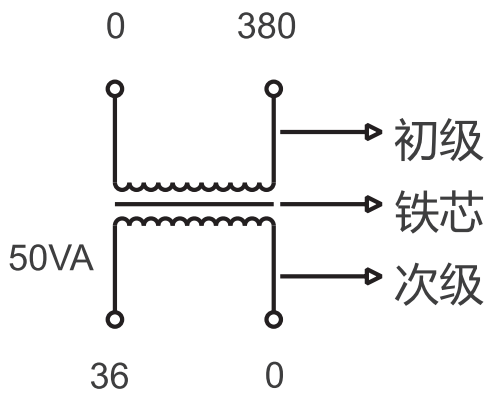
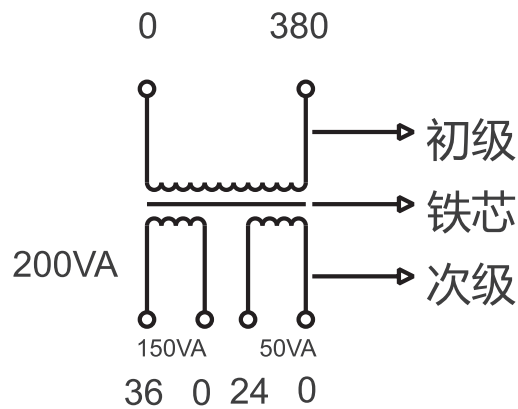
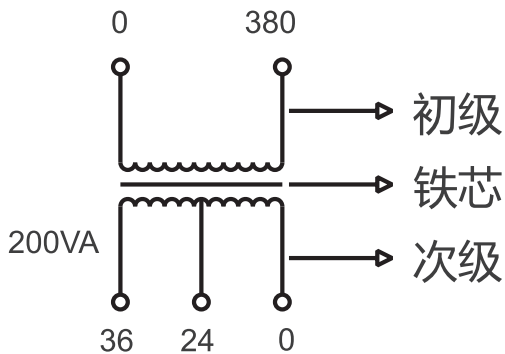
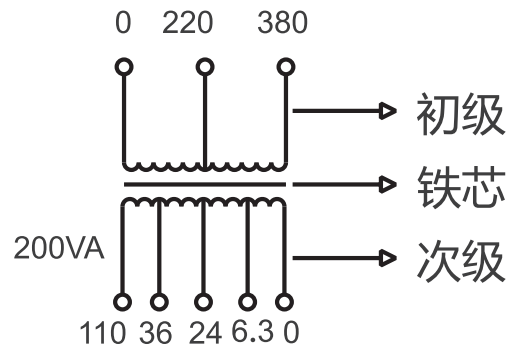

图1 单独绕组
图2 分开绕组
图3 混合绕组
图4 连续式中间带抽头绕组
3.2.2 本系列变压器的线圈，当初次级只有一个绕组时，可担负全部额定的容量；若有多个绕组时，则按各绕组应能承担的容量分配；但各绕组的容量之和不得超过总容量，见图1、图2、图3、图4。
3.2.3.1 例如图1，容量50VA，输入电压380V，输出电压36V。因为初、次级只有一个绕组，所以它可以担负全部容量50VA。
3.2.3.2 例如图2，容量200VA，输入电压380V，输出电压36V、容量150VA，输出电压24V、容量50VA。因为图中初级只有一个绕组，所以它所承担的容量是额定容量200VA；次级有两个分开的单独绕组，而且各绕组容量已标明，所以它们各自承担容量，但总量之和200VA。
3.2.3.3 例如图3，容量200VA，输入电压380V，输出电压36V、24V。因为图中初级只有一个绕组，所以它所承担的容量是额定容量200VA，次级中有中间抽头，所以次级的最高电压36V单独使用时，才能带200VA的负载。24V则不能带200VA的负载，只能带133VA的负载。因为次级总电流  $I = P_e / U = 200VA / 36V = 5.55A$  所以单独使用24V时的容量  $= 24V \times 5.55A = 133VA$ ，如果36V、24V同时使用时，其电流之和也不能大于5.55A，总之，无论输出电压是单独使用或两组同时使用，其负载电流之和不能超过变压器的额定电流。
3.2.3.4 例如图4，容量200VA，输入电压380V、220V，输出电压110V、36V、24V、6.3V。从图4中我们可以看出：初、次级绕组中都有中间抽头。次级的最大使用电流  $I = P_e / U = 200VA / 380V = 0.526A$  所以无论使用220V或是380V时，其电流不能超过0.526A；即使用380V时，该变压器
6.1 购买前，先估算好您所使用的电器总容量，参考图1~图4的结构，选用留有一定裕量的变压器，确保瞬时启动时不烧坏变压器。
8.1 变压器的型号、规格、容量、初、次级电压及次级电压的容量分配或参考图1-图4的举例来选择适合您自己的产品。